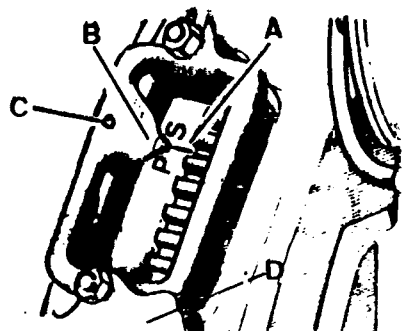

Fig. A3-69 Colocación del P.M.S. en el volante
- 2.1. El cigueñal deberá estar tal y como se dejó en el punto (1.5), con las chavetas en posición perpendicular hacia arriba lo que corresponde al punto muerto superior de los pistones, 1 y 6. Posición que podrá verificarse a través del registro del volante (Fig. A3-69).
- 2.13. Cerrar la tapa de registro del volante, D (Fig. A3-69).